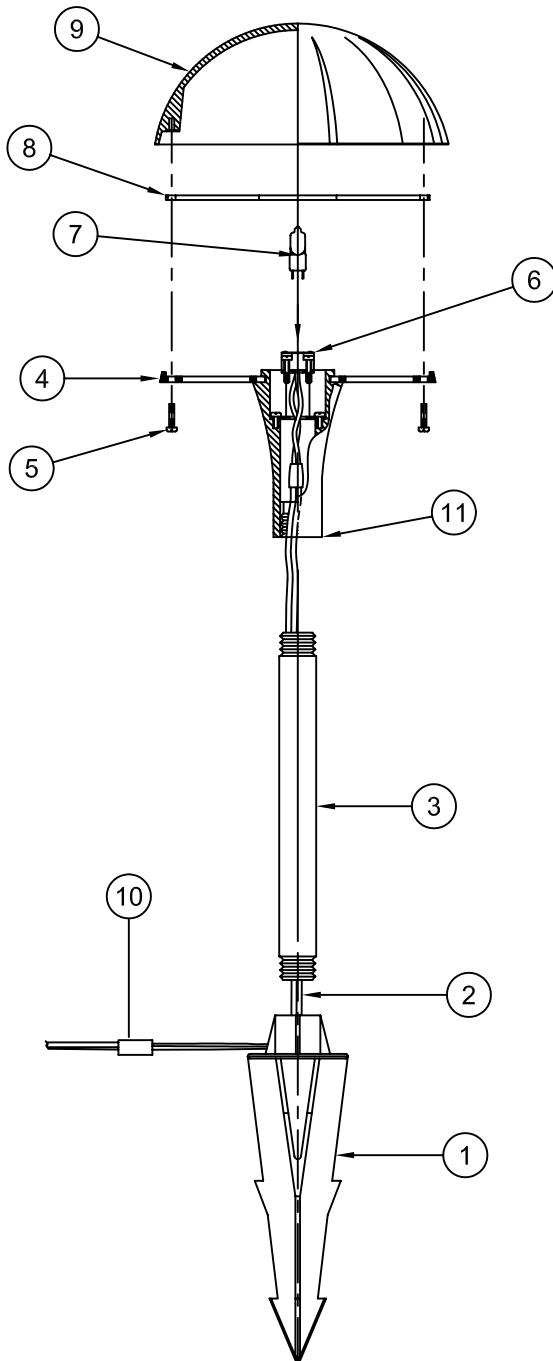
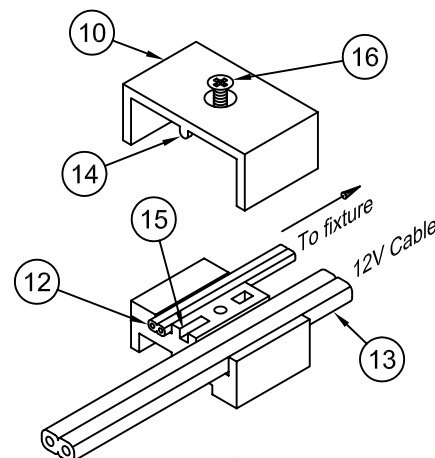

Figure 1
FIG. 2
1.- Slip Fixture Wires (2) through Stem (3) and down through top opening of Ground Stake (1). (Fig. 1).
2.- Thread one end of Stem (3) into Ground Stake (1). Thread the other end of the Stem (3) into the Cast Aluminum Socket Holder (11).
3.- Connect Fixture Wires (2) to Supply Wires using Wire Connector (10) as shown in Fig. 1.
4.- Remove Screws (5) and lift Cast Aluminum Cover (9) and Glass Plate (8) from Cast Aluminum Lens Retaining Plate (4).
5.- Install Lamp (7) into Bi-Pin Socket (6).
6.- Carefully place Glass Panel (8) over Lamp (7) and onto Cast Aluminum Lens Retaining Plate (4). Place Cast Aluminum Cover (9) over Glass Plate (8) and secure in place with Screws (5) (DO NOT OVERTIGHTEN).
7.- Insert Ground Stake (1) into Ground.
8.- Connect Fixture Wire (12) to selected 10 or 12 Ga. Cable (13) with the Wire Connector (10) provided with fixture. (Fig. 2)
10.- Assemble the Wire Connector (10) by aligning the Tab (14) of the contact half of the connector with the Notch (15) in the wired half of the connector. (Fig. 2)
11.- Compress the two halves by securely tightening the Thread Cutting Screw (16), forcing the contacts into the wires. (Fig. 2)
- 1.- Deslice los alambres del aparato de luz (2) por el vástago (3) y hacia abajo por la abertura más alta en la estaca (1).
- 2.- Enrosque una extremidad del vástago (3) en la estaca (1). Enrosque la otra extremidad del vástago (3) en el sostenedor de portalámparas de aluminio fundido (11).
- 3.- Conecte los alambres del aparato de luz (2) a los alambres del conector de alambres (10) como se muestra en la Fig. 1.
- 4.- Retire los tornillos (5) y retire la cubierta de aluminio fundido (9) y la placa de vidrio (8) de encima de la placa de sujeción de lente de aluminio fundido (4).
- 5.- Instale la bombilla (7) en el portalámparas doble broche (6).
- 6.- Coloque con cuidado el panel de vidrio (8) por encima de la bombilla (7) y en la placa de sujeción de lente de aluminio fundido (4). Coloque la cubierta de aluminio fundido (9) sobre la placa de vidrio (8) y ajuste los tornillos (5) (NO AJUSTE DEMASIADO).
- PRECAUCIÓN:** El vidrio es frágil; tenga cuidado al manipular el panel de vidrio (8) y la bombilla (7).
- 7.- Inserte la estaca (1) en la tierra.
- 8.- Conecte el alambre del aparato de luz (12) al cable de 10 o 12 Ga seleccionado (13) usando el conector de alambres (10) provisto con el aparato de luz. (Fig. 2)
- 9.- Introduzca el cable de 10 Ga. en la ranura indicada 10 Ga. Introduzca el cable de 12 Ga. en la ranura indicada 12 Ga. Coloque el alambre de 18 Ga. en la ranura indicada 18 Ga. (Fig. 2) **Precaución:** Los alambres deben quedar planos en la ranura.
- 10.- Ensamble el conector de alambres (10) alineando la lengüeta (14) de la mitad del conector que hace conexiones con la muesca (15) en la mitad del conector que contiene alambres. (Fig. 2)
- 11.- Comprima las dos mitades ajustando firmemente el tornillo cortante (16), forzando los contactos en los alambres. (Fig. 2)
- 1.- Faites glisser les fils du dispositif d'éclairage (2) par la tige (3) et vers le bas par l'ouverture la plus haute du pieu (1).
- 2.- Vissez un bout de la tige (3) dans le pieu (1). Vissez l'autre bout de la tige (3) sur le support de douille en aluminium moulé (11).
- 3.- Reliez les fils du dispositif d'éclairage (2) aux fils d'alimentation à l'aide le raccord (10) selon la (Fig. 1).
- 4.- Retirez les vis (5) et retirez le couvercle en aluminium moulé (9) et la plaque en verre (8) de la plaque de retenue de lentille en aluminium moulé (4).
- 5.- Vissez l'ampoule (7) dans la douille à double broche (6).
- 6.- Placez soigneusement la vitre (8) par-dessus l'ampoule (7) et dans la plaque de retenue de lentille en aluminium moulé (4). Placez le couvercle en aluminium moulé (9) sur la plaque en verre (8) et serrez en place à l'aide des vis (5). (NE SERREZ PAS TROP).
- MISE EN GARDE:** Le verre est toujours fragile; maniez la vitre (8) et l'ampoule (7) avec soin.
- 7.- Insérez le pieu (1) dans la terre.